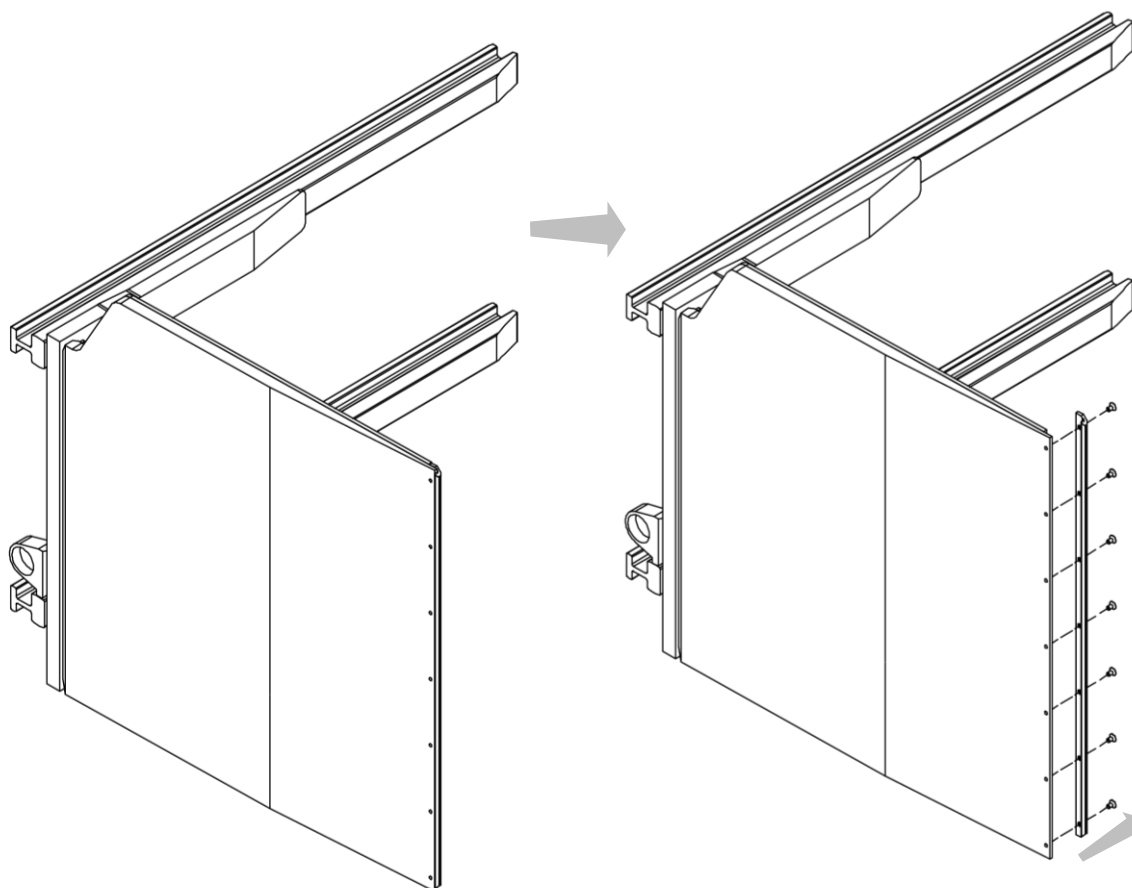

Figura 90
2. Rimuovere le punte di protezione svitando le viti che le vincolano alle ganasce (vedi *Figura 90*).